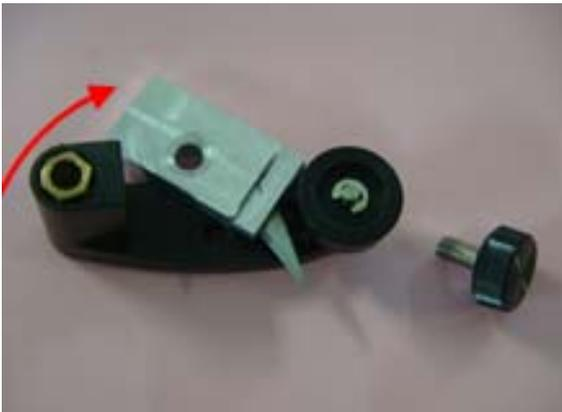

Abbildung 2-44
Schritt 6 Entfernen Sie die Schraube von der Schneideeinheit (Abbildung 2-42 und 2-43) und demontieren Sie die Klingenhalterung, indem Sie sie vertikal nach oben ziehen (Abbildung 2-44).